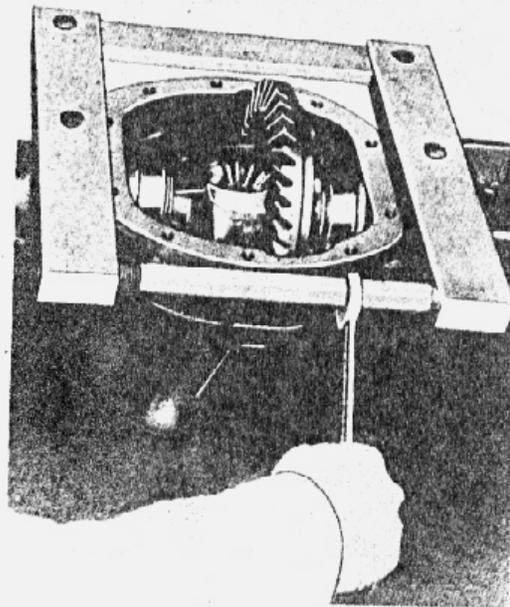

fig. 10 — instalação da ferramenta W-129 para expandir a carcaça
3. Instalar a ferramenta expansora (W-129) conforme fig. 10. Expandir a carcaça do eixo traseiro até que o conjunto diferencial possa ser removido com auxílio de duas espátulas.